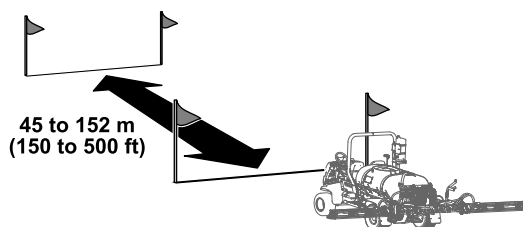
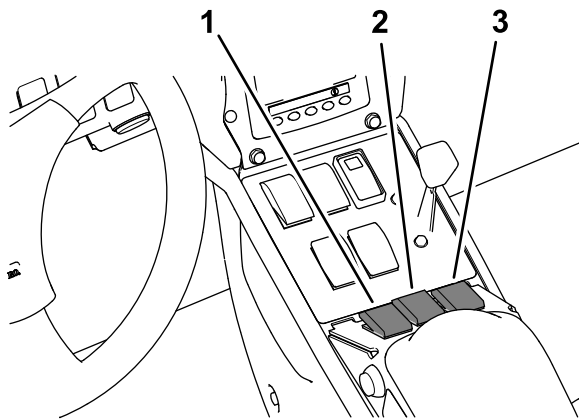

Bild 63
Bild 66
5. Markieren Sie eine Startlinie auf einem Testbereich der Grünfläche (Bild 63).
3. Drücken Sie die Taste 2 auf dem InfoCenter und fahren Sie zur Finishlinie (Bild 66 und Bild 63).